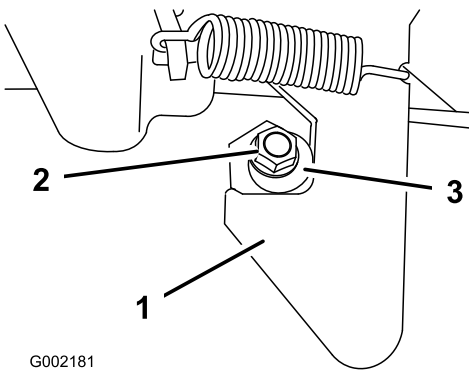

Bild 29
1. Lösen Sie die Mutter am Ende des Verriegelungspfoften (Bild 29).
- Drehen Sie den Verriegelungsposten nach rechts, bis er am Riegel anliegt. Ziehen Sie dann die Mutter fest (Bild 29).